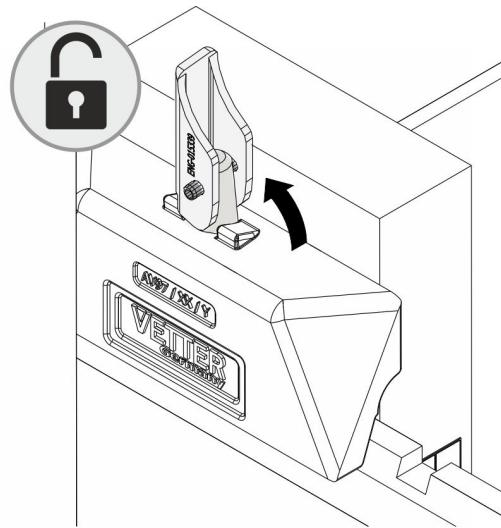

Abb. 14: Arretierung öffnen
2. ➤ Arretierung der ManuTel® SlimLine durch Anheben des Arretierungshebels öffnen (Abb. 14).